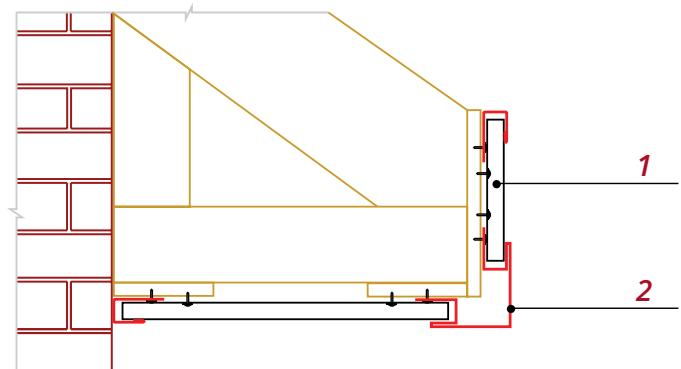

Рис. 20
- На рисунке показан вариант перехода от подшивки к лобовой доске через Планку угла внешнего сложную **2** (рис. 20).